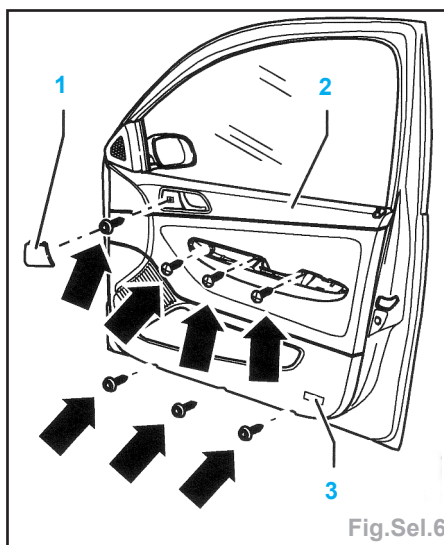

Fig.Sel.6
- déclipser le cache (1) (Fig.Sel.6),
- déclipser latéralement le panneau (2),